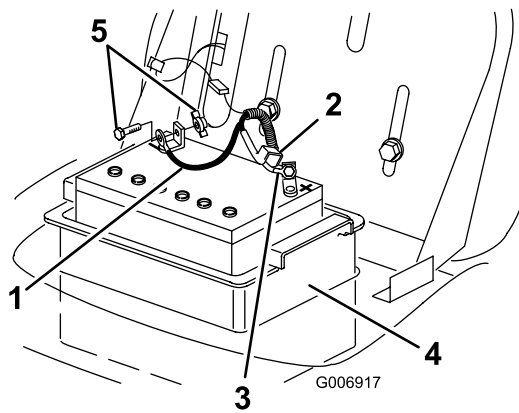

Bild 25
4. Klemmen Sie das Minuskabel (schwarz) vom Batteriepol ab (Bild 25).
5. Schieben Sie die Gummiabdeckung am Pluskabel (rot) nach oben. Klemmen Sie das Pluskabel (Rot) vom Batteriepol ab (Bild 25).
6. Nehmen Sie den Batteriekasten und die Batterie aus dem Rahmen heraus (Bild 25).
1. Setzen Sie den Batteriekasten und die Batterie in den Rahmen ein (Bild 25).
2. Schließen Sie das Pluskabel (rot) mit der Schraube und der Flügelmutter am (+) Pluspol an (Bild 25).
4. Schließen Sie das (schwarze) Minuskabel mit der Schraube und Mutter am (–) Minuspol an (Bild 25).